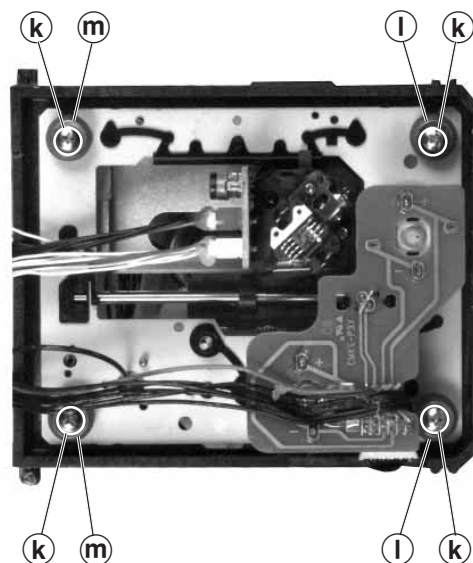

Fig. 12
- 4 Schrauben ② herausdrehen (Fig. 12).
Achten Sie dabei auf die Puffer ③ (rot) und ④ (blau) Fig. 12. Diese Puffer haben einen unterschiedlichen Auflagedruck (rot = stärker, blau = schwächer).
- Undo 4 screws ② (Fig. 12).
Take care of the buffers ③ (red) and ④ (blue) Fig. 12. The buffer pressure is different (red = stronger, blue = weaker).